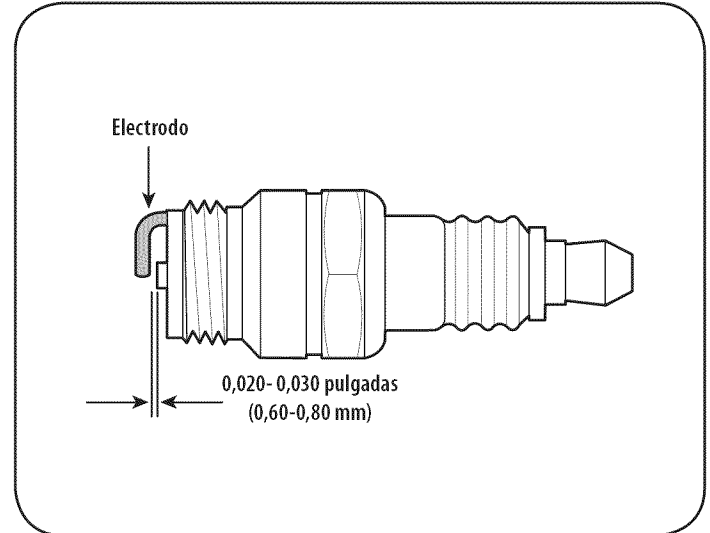

Figura 22
3. Mida la separación de bujía con un calibrador. Corrija de ser necesario torciendo el electrodo lateral. Vea la Figura 22. La separación debe establecerse entre 0,020 y 0,030 pulgadas (0,60-0,80 mm).